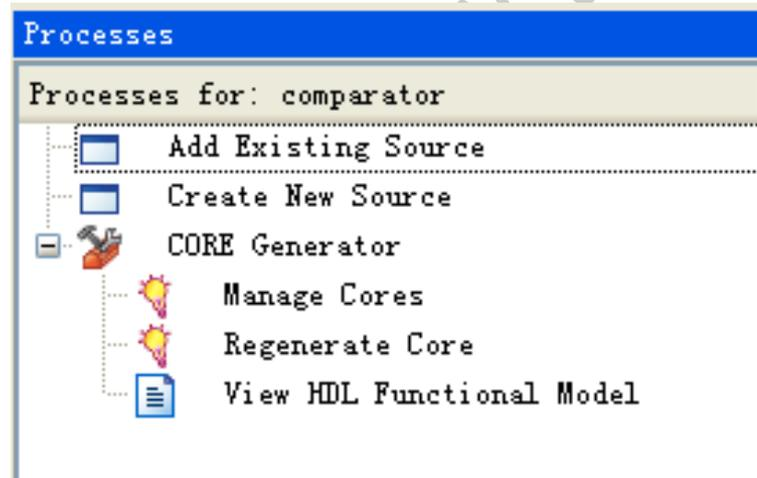

图21 察看比较器IP核源代码的操作示意图
- (5) 比较器的IP核生成后，可以在工程管理区点击选中生成的比较器IP核，然后双击过程管理区“Core Generator”栏下的“View HDL Functional Model”命令，如图21所示，则可以在源文件编辑区察看比较器的代码，如下所列。